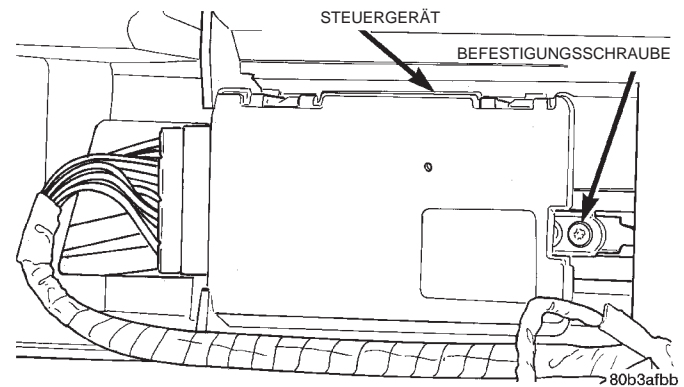

Abb. 2 Schiebedach-Antriebsmotor und Steuergerät
- (1) Glasdach vollständig schließen.
- (2) A-Säulenverkleidung, Sonnenblenden und Leseleuchten/Mini-Konsole abbauen.
- (3) Den Steckverbinder vom Betätigungsschalter abziehen.
- (4) Dachhimmel nach Bedarf abbauen, um den Schiebedach-Antriebsmotor freizulegen. Näheres zu den korrekten Arbeitsschritten für Ein- und Ausbau siehe "Dachhimmel/Ausbau".
- (5) Die Kabelbaum-Steckverbinder vom Antriebsmotor abziehen (Abb. 2).
- (1) Glasdach in die vollständig geschlossene Position bringen.
- (2) A-Säulenverkleidung, Sonnenblenden und Leseleuchte/Mini-Konsole abbauen.
- (3) Dachhimmel nach Bedarf so weit absenken, dass das Schiebedach-Steuergerät freiliegt.
- (4) Die Kabelbaum-Steckverbinder vom Schiebedach-Steuergerät abziehen. (Abb. 2)
- (5) Befestigungsschraube des Schiebedach-Steuergeräts lösen.
- (6) Steuergerät aus der Nut in Richtung Fahrzeugmitte herauschieben.